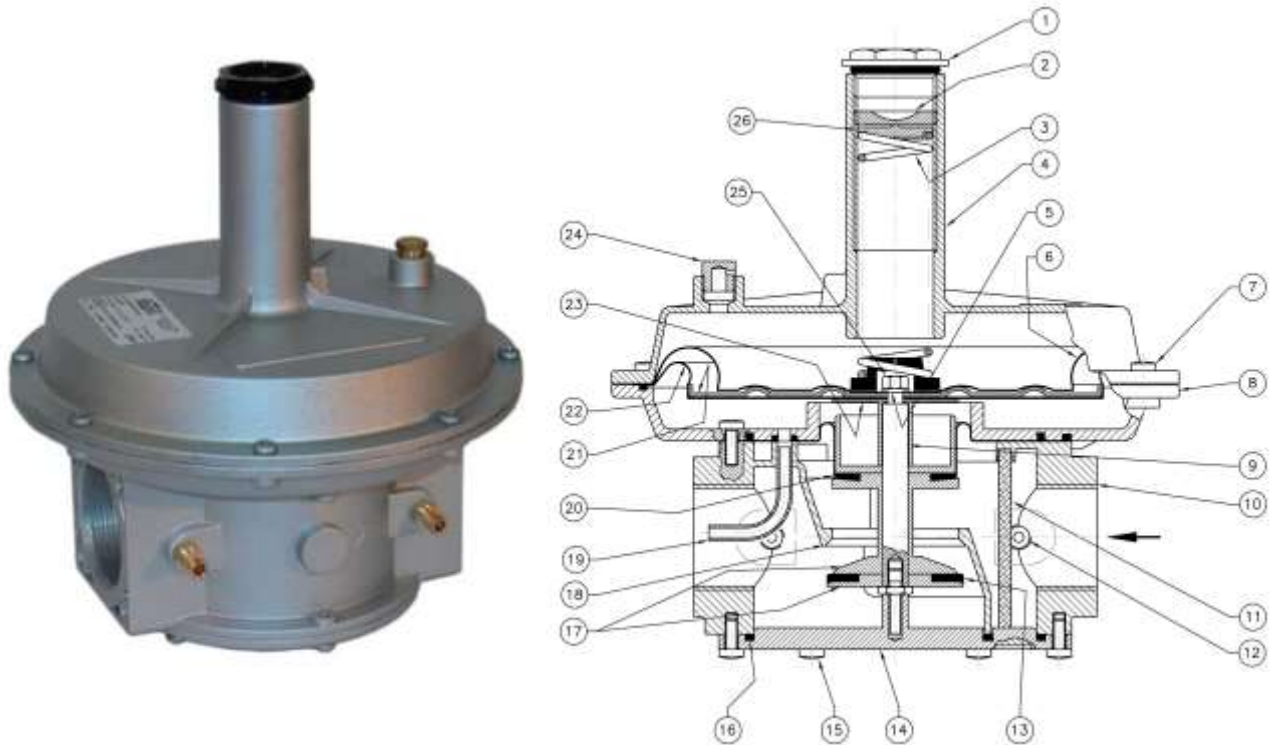

Рис. 2
Регулятор (рис. 2) состоит из: колпачок (1); винт настройки выходного давления (2); пружина настройки выходного давления (3); воронка (4); шайба (5); предохранительная мембрана (6); винты (7); корпус подмембранной части (8); центральный шток (9); корпус (10); фильтрующий элемент (11); штуцер для отбора давления (12); уплотняющая прокладка (13); нижняя панель (14); винты крепления нижней крышки (15); уплотнительное кольцо (16); затвор (17); седло (18); встроенный импульс (19); компенсационная мембрана (20); диск усиления мембраны (21); рабочая мембрана (22); нижний диск мембраны (23); пылезащитный колпачок (24); гайка (25), шайба пружины (26).